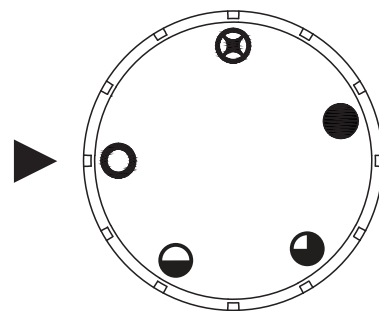
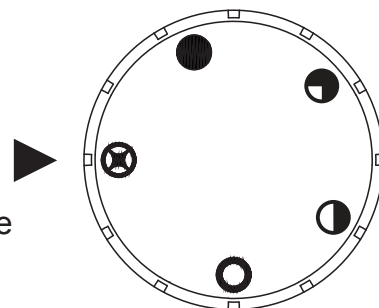

Fig. 22a
Fig. 23a
3. Presione la perilla de control suavemente y gírela  hacia la derecha a la posición "OFF" (Ver Fig. 22a)
4. Espere cinco (5) minutos para que se vacíe todo el gas. Luego huela en busca de gas, incluyendo cerca del piso. Si huele gas, ¡ALTO! Siga "B" en la información de seguridad anterior. Si no huele a gas, vaya al siguiente paso.
5. Presione la perilla de control suavemente y gírela  hacia la izquierda a la posición "PILOT" . (Ver Fig. 23a) Oprima la perilla de control.